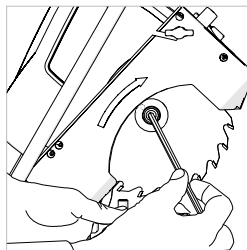

Fig. 29
- Use la llave hexagonal (suministrada) para desatornillar el tornillo del eje. (**Fig. 29**)